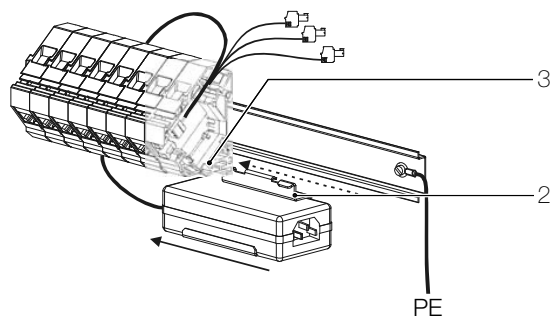

fig. 38 Montaggio nel distributore multimediale dirigon
1. Sincerarsi che le guide a U e il telaio del distributore multimediale siano collegati alla terra (vedere anche fig. 38).
2. Innestare l'alimentatore di rete (1) nel clip (2).